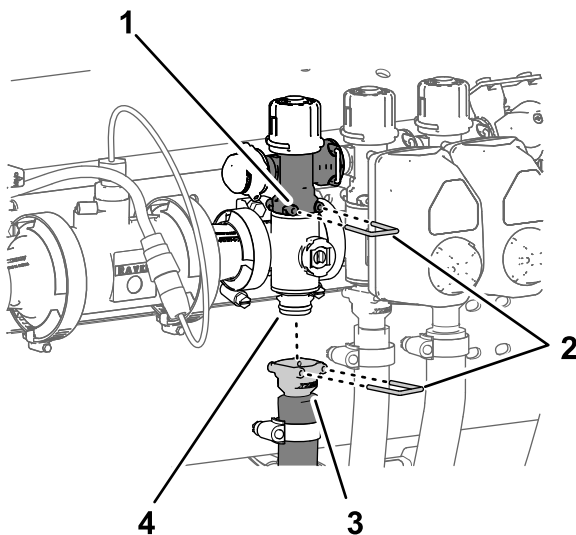

図 125
1. ブームバイパスバルブ用のクイックコネクトカップラをブームマニホルドバルブに固定しているクイックコネクトピンを外す 図 125。
2. boom給液ホース用のクイックコネクtcupラをboomマニホルドバルブのクイックコネクtfitting用のマニホルドに固定しているクイックコネクtpinを外す 図 125。